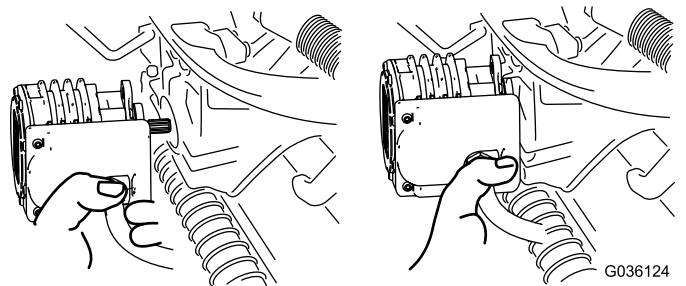

図 55
4. 外したモータは、サスペンションアームの前部にある一時保管位置にセットしておく **図 55**。